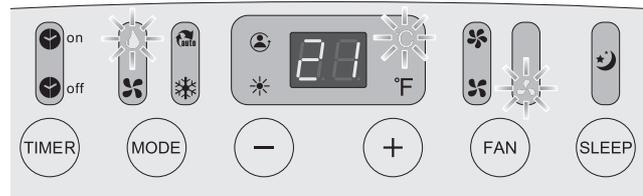

Bild 19: Beim Entfeuchten wird automatisch die kleinste Ventilatorstufe eingestellt.
5. Drücken Sie die Taste „Betriebsart“ so oft, bis im Symbol „Betriebsart“ der Tropfen grün leuchtet (siehe Bild 19).